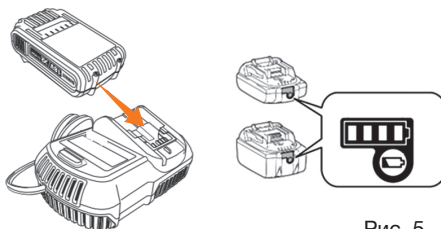

Рис. 5
1. Вставьте вилку зарядного устройства **3** в розетку электрической сети 230В. Индикатор на зарядном устройстве загорится зеленым светом (Рис. 5).
2. Подключите аккумулятор **2** к зарядному устройству **1**. Индикатор на зарядном устройстве загорится красным светом, и начнется процесс зарядки (Рис. 5).